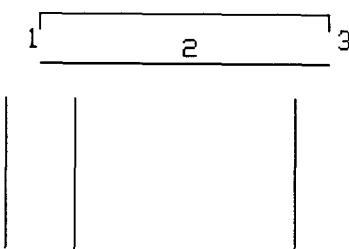

图 4-2 椅子初步轮廓
1. 绘制初步轮廓。可以通过 LINE 命令绘制，过程从略，结果如图 4-2 所示。
指定圆弧的起点或 [圆心(C)]: (用鼠标指定左上方竖线段端点 1，如图 4-2 所示)